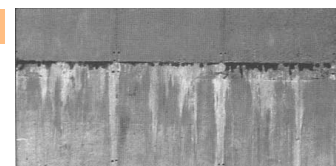

Fig.4: www.elconstructorcivil.com
B.1. La causa posible de aparición de esta lesión es el asentamiento plástico del hormigón, apareciendo porque el armado del muro coarta el movimiento descendente del hormigón de recubrimiento. Las fisuras aparecen a las pocas horas del hormigonado. (Fig.4)